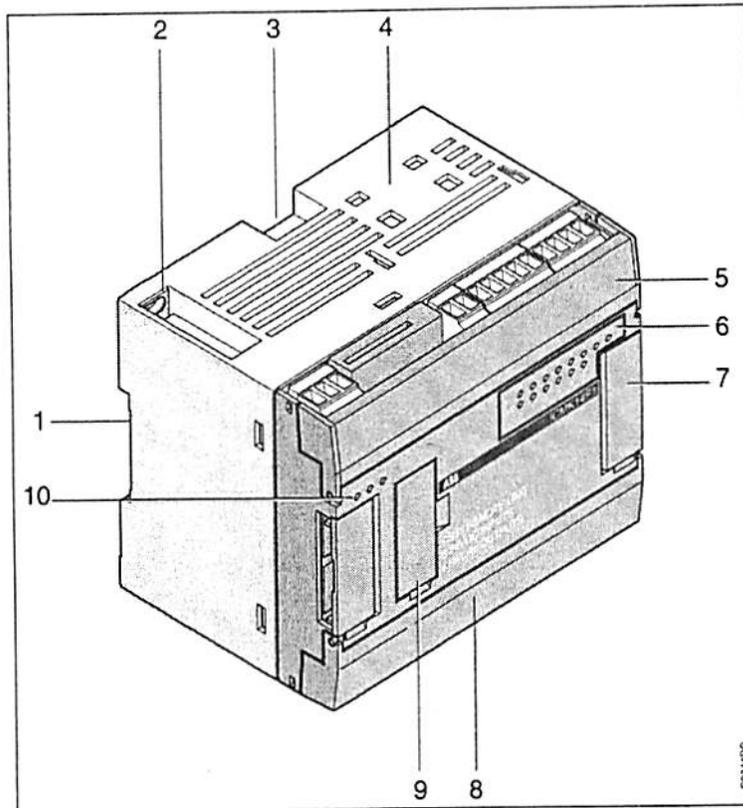

Abbildung 2-3: Ansicht eines zentral erweiterbaren Vor-Ort-Moduls
**Ansicht eines zentral erweiterbaren Vor-Ort-Moduls (Beschreibung), siehe Abbildung 2-3 auf der vorhergehenden Seite**